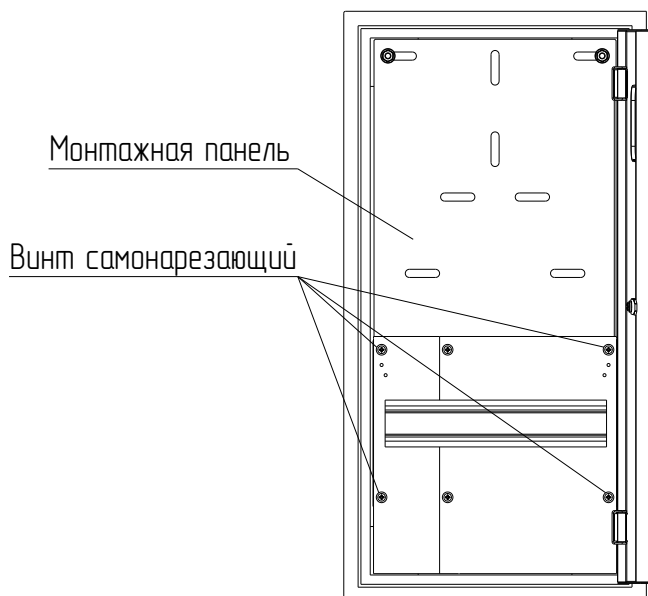

Рисунок 8
- 3.3 Выкрутите четыре винта самонарезающих и снимите оперативную панель (рисунок 8). Винты самонарезающие сохраните.